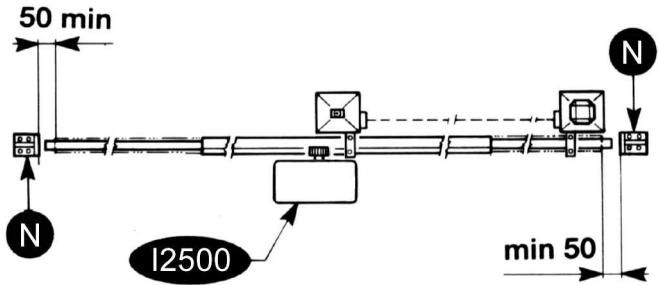

FIG. 2
- Ausser der elektrischen und mechanischen Endschalter, die mit der Steuerung verbunden werden ist es ratsam einen festen Endanschlagpunkt am Boden zu befestigen. Der im gegeben Fall einer Fehlfunktion der elektronik den Antrieb mit seinen kinetischen und statischer Groesse zum halten bringt (N) (Fig. 2). Es ist notwendig, am Ende der Führung zwei mechanische Stoppvorrichtungen zu befestigen (N) (Fig. 2).